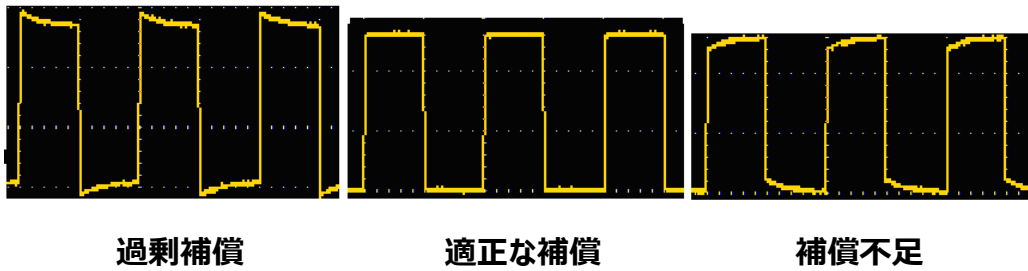
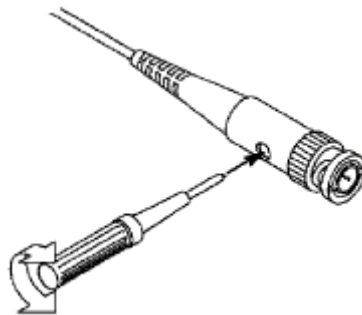

Figure 3-6 プロブ補償のときの表示波形
Figure 3-7 プロブ補償調整
2. 表示される波形を確認しながら、プローブの補償調整用トリマを回して適正になるように調整します。(Figure 3-6 と Figure 3-7 参照)